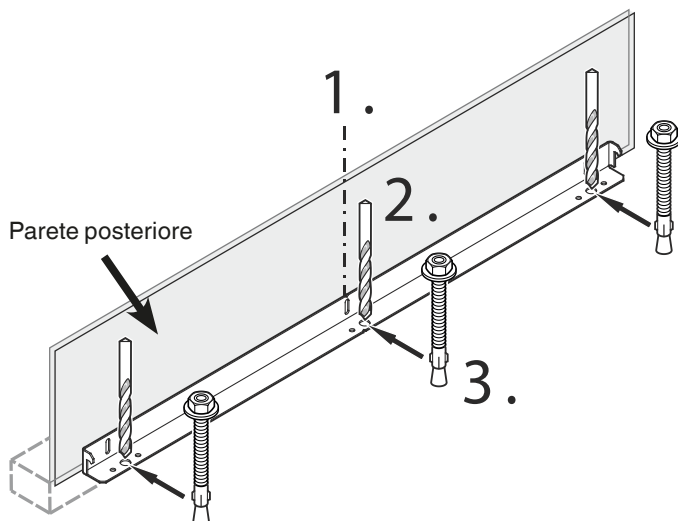

Figura 4
Montaggio del dispositivo antiribaltamenti su pavimenti in calcestruzzo - Figura 4 - 5
2. Con una punta in metallo duro praticare dei fori da 10 mm nei punti indicati nella **Figura 4**.